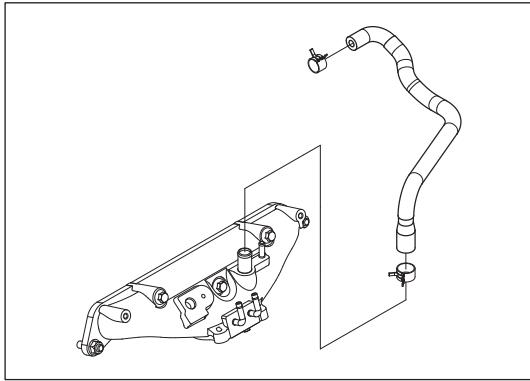

Рис. 6-4-3. Снятие шланга принудительной вентиляции картера
- (3) Снять шланг системы принудительной вентиляции картера:
- » Ослабить 2 стальных хомута и снять шланг системы принудительной вентиляции картера, как показано на рис. 6-4-3.